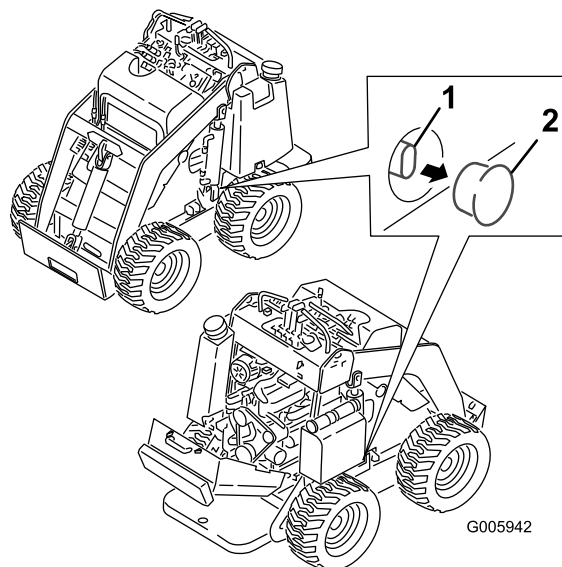

Figure 14
2. Enlevez l'obturateur de chaque vanne de remorquage (Figure 14).